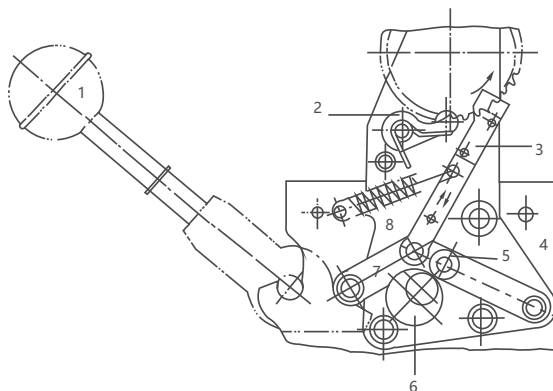

图12 DW15-2500、6300断路器手动传动机构
5.2.4 DW15-2500、6300断路器电动机手动操作机构(见图12)
5.2.4.2 在使用手柄操作断路器时，必须注意到偏心轮6和连杆7是否在图12所示位置(最低位置，否则用手转动电动机手轮使偏心轮6和连杆7处于最低位置。然后才能操作手柄使断路器储能闭合。
7.2.5 DW15-2500、6300断路器在检修过程中需要手动合闸断路器时，可以将操作手柄插入手动操作机构内（见图3和图12所示），然后向下按动手柄进行储能（在操作前，请用户注意到第5.2.4.2条提及的偏心轮的位置），若无预储能要求，储能结束后断路器即刻合闸，若有预储能要求，请按下“1”按钮使断路器合闸。